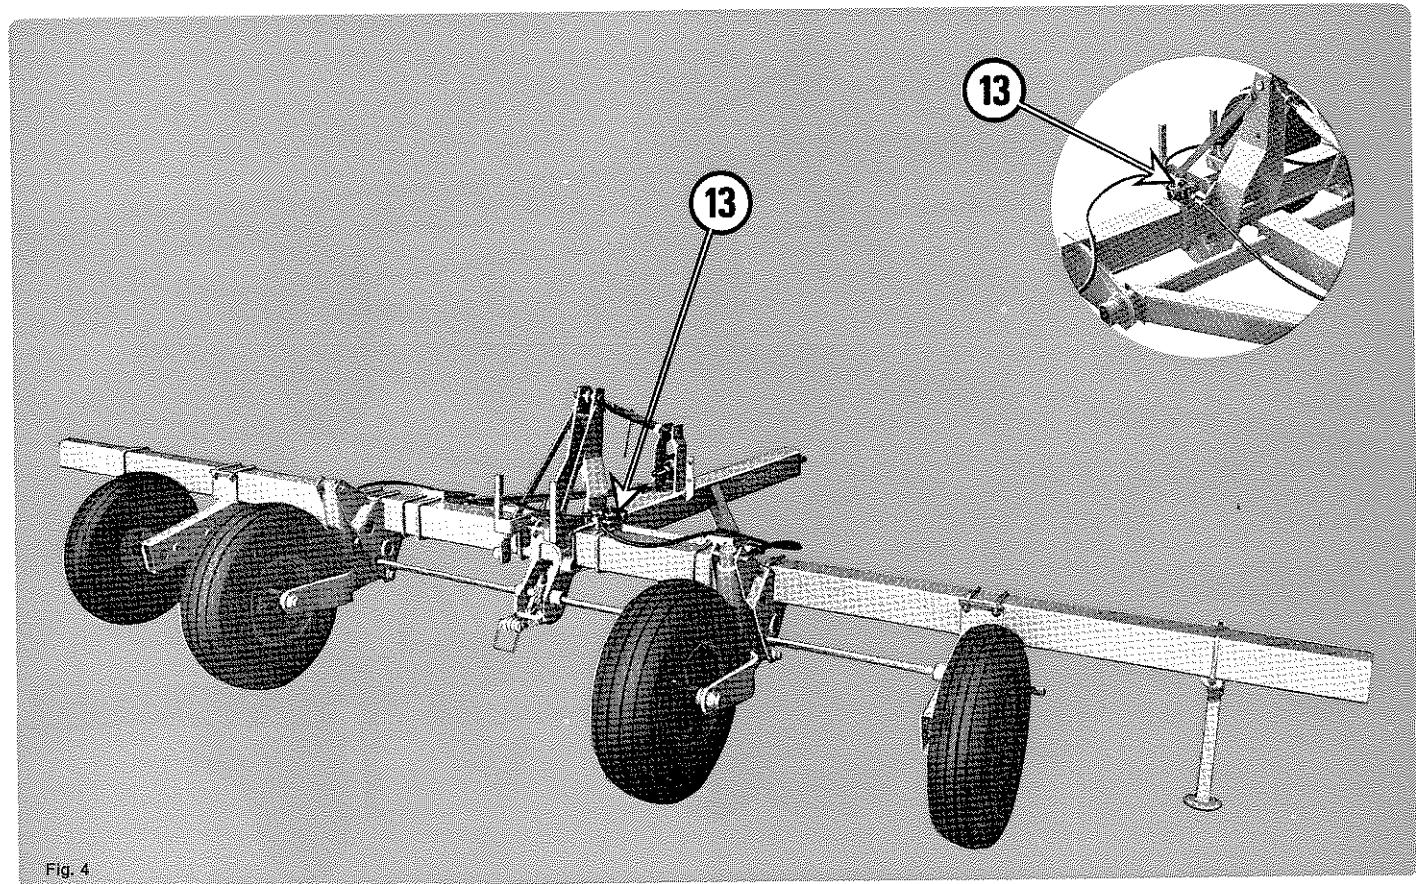

Fig. 4
**Châssis trainés** (fig. 4 et 5) - Même montage que pour châssis portés. les brides d'attelage emprisonnent la flèche lors du montage. Brancher l'hydraulique des roues sur le diviseur de débit (13). Le côté double joints du cardan se branche au tracteur.
### Pull type frames (fig. 4 and 5).